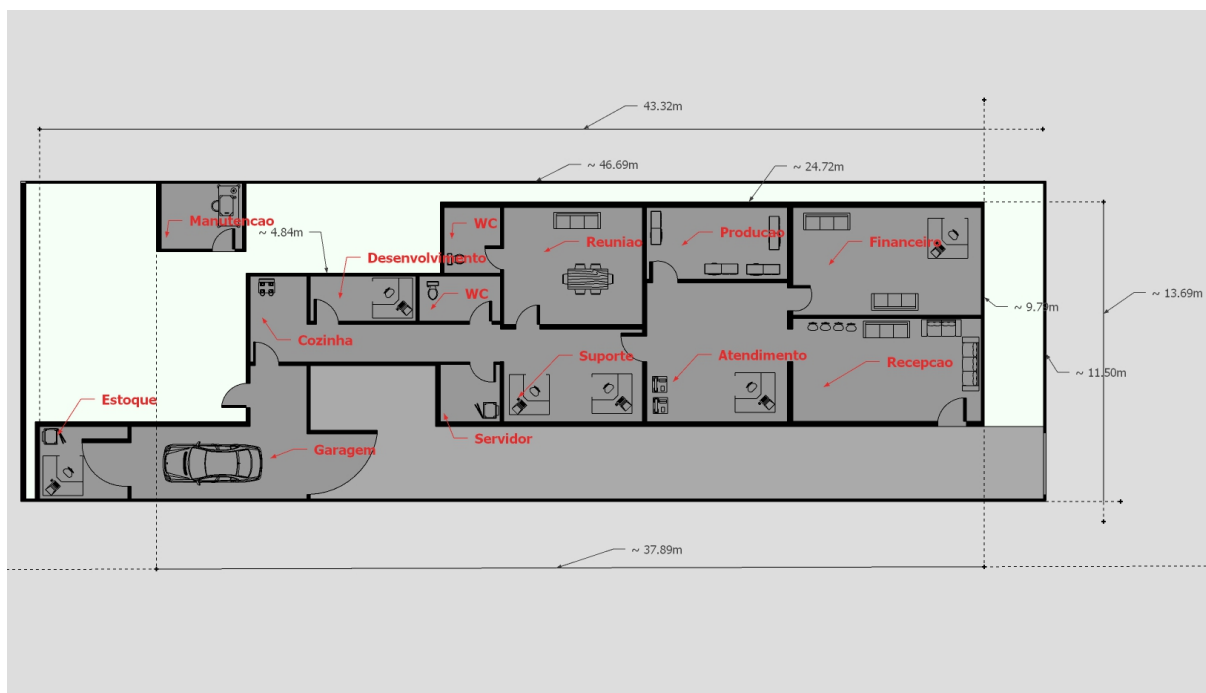
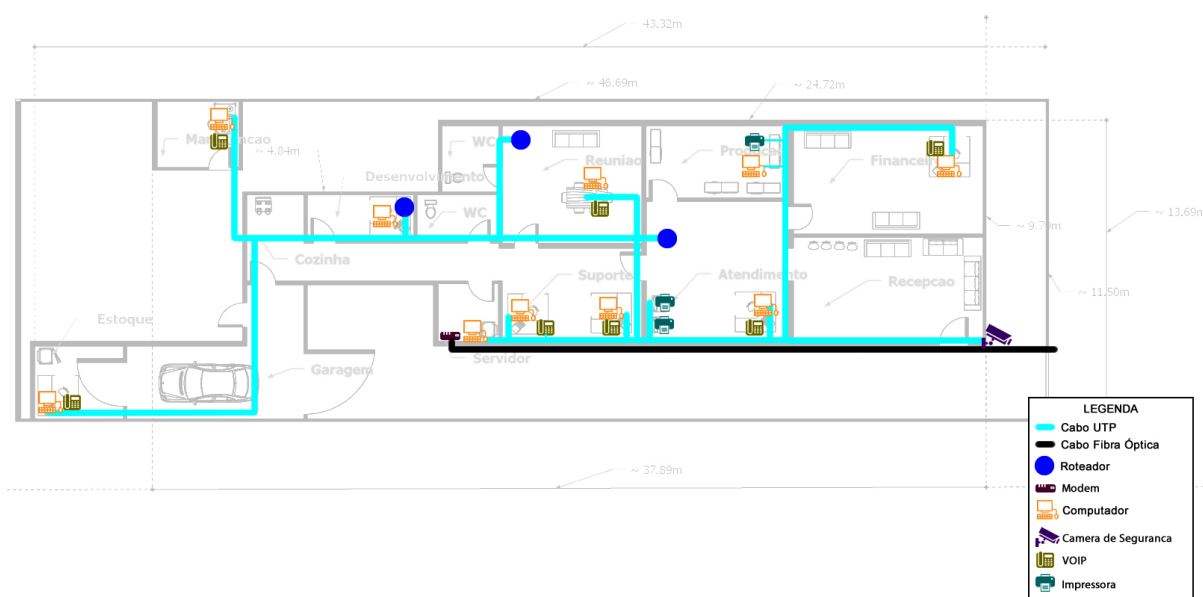

Figura 1: Planta Atual
Figura 2: *Planta Lógica Atual*
- Os passivos da rede: a estrutura conta com uma mini Rack de parede acoplada na sala de servidores (Figura 1). Há cabos de rede no forro das instalações interligando os equipamentos e o switch. Também há pequenas calhas de plástico para acabamento dos cabos de UTP nas paredes;
A planta (Figura 1) representa a construção atual. A construção conta com apenas um andar. A extensão máxima de área construída útil é de aproximadamente 44 metros. Com uma largura medindo cerca de 12 metros. A sala do servidor, onde é centralizada a rede, fica no centro da construção, isso facilita a distribuição de cabos no entorno do edifício.
Pegando como base a planta física (Figura 1), esboçamos sobre ela a estrutura lógica (Figura 2), dos componentes da rede e o caminho percorrido pelos cabos.